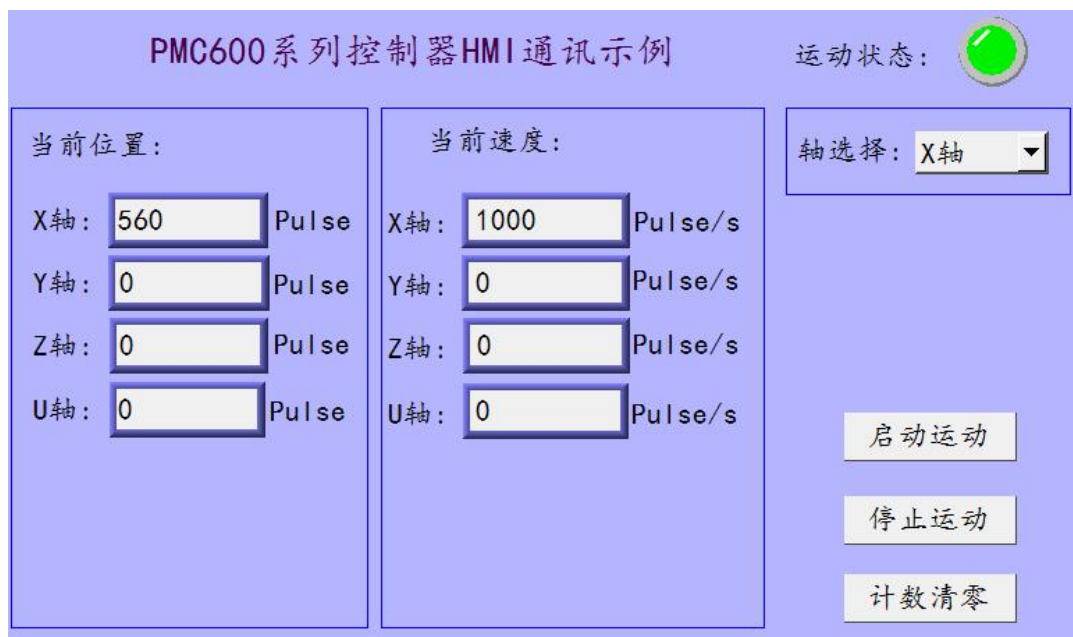

图4.51 X轴运动
7) 保存触摸屏程序，编译OK后，接好PC和控制器串口连接线(用交叉串口线，具体接法见用户手册)，选择在线模拟就可以实时控制控制器0~3轴运动、停止、清零计数器并监控每个轴的位置和速度信息，显示器运动状态如图4.51所示。